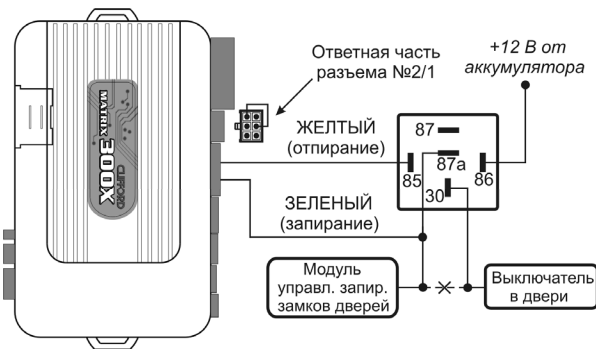

Рис. 3
- ◆ Подсоедините ЖЕЛТЫЙ и ЗЕЛЁНЫЙ провода системы (Разъем №3) к дополнительному реле согласно схеме (Рис.3):